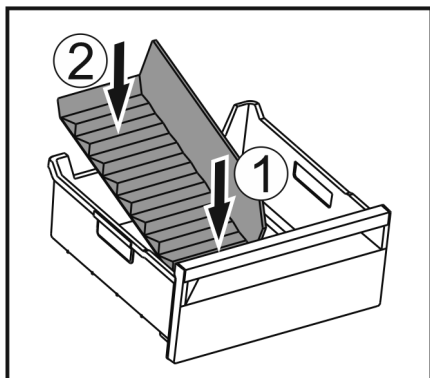

Fig. 219
- Vložte přední část přepážky přihrádky na led. Fig. 219 (1)
- Zadní část přepážky přihrádky na led spusťte až na dno zásuvky. Fig. 219 (2)